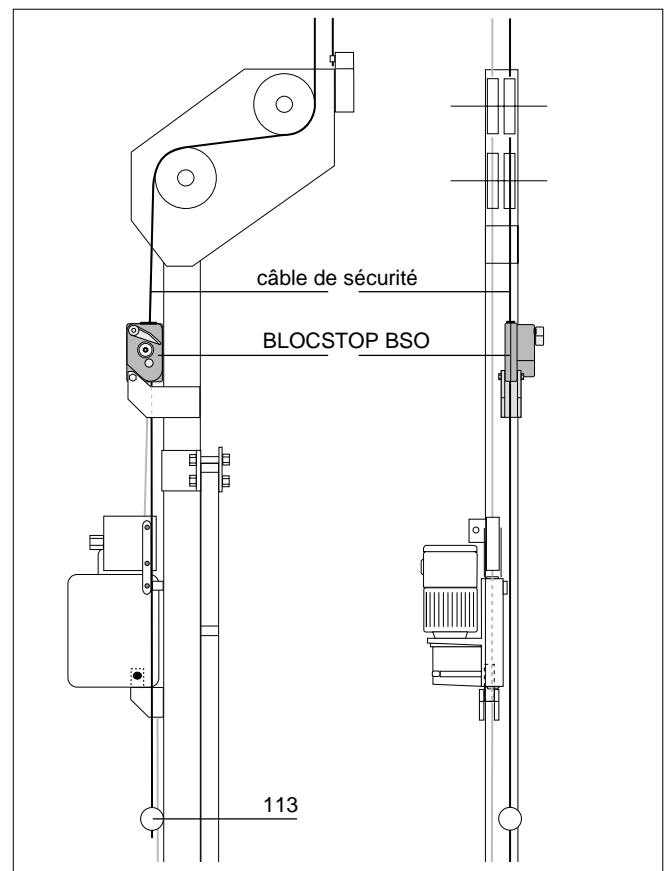

Fig. 1.23
b) . . . sur les étriers "C" (Fig. 1.23)
- Avant d'engager le câble de sécurité (152) dans l'antichute BLOCSTOP BSO (108), vérifier s'il n'est pas enroulé autour du câble de levage (151).
- Accrocher un lest (113) à chaque câble de sécurité, à environ 20 cm au-dessus du sol.